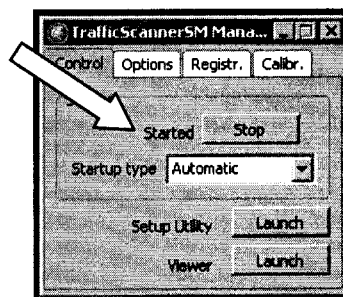

Рисунок 1
8.2.9 Выбрать закладку Control и убедиться что статус службы рабочего режима индицируется как Started (рисунок 1).